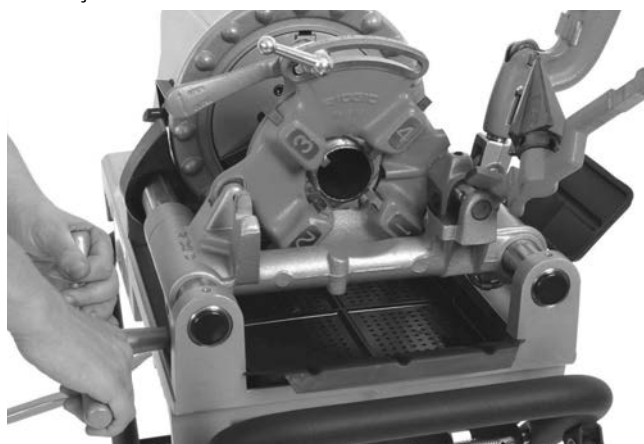

Figura 24 – Filetare țevi (811-este reprezentat un cap-filieră cu deschidere rapidă)
7. Rotiți roata de mână a căruciorului, pentru a deplasa capul-filieră la capătul țevii (Figura 24). Aplicați o forță ușoară la roata de mână pentru a angaja cuțitul-filieră în țeavă. Odată ce capul-filieră începe să fileteze, nu mai este necesară forță la roata de mână a căruciorului.